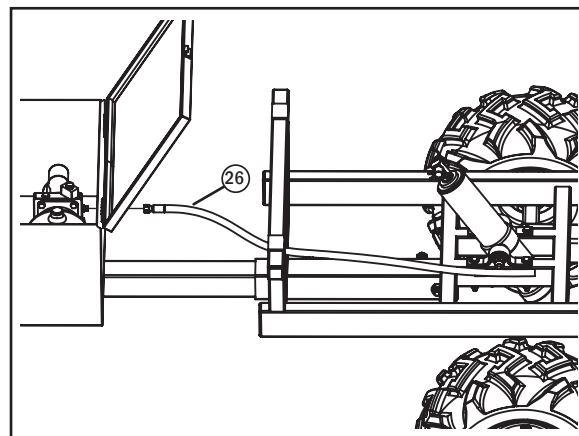

Fig. 13
Étape 16 : Installez le tuyau flexible hydraulique. Installez le tuyau flexible hydraulique (26) entre la pompe hydraulique (5) et le vérin hydraulique (10) comme indiqué sur la fig. 13. Fixez le raccord à 90° du tuyau flexible hydraulique à l'orifice d'entrée du vérin hydraulique, puis acheminez le tuyau flexible vers l'avant vers le coffre de rangement hydraulique (6), en passant par-dessus les deux sangles d'arrimage métalliques sur le châssis principal. Fixez le raccord droit du tuyau flexible hydraulique à l'orifice de sortie de la pompe hydraulique. Fixez solidement le tuyau flexible hydraulique à l'aide des deux sangles d'arrimage métalliques mentionnées précédemment.